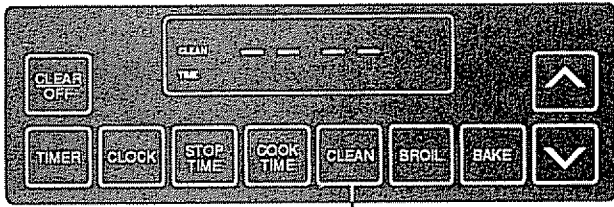

Fig. 1
2. Push **CLEAN**. The time display will show (----). See Fig. 1.